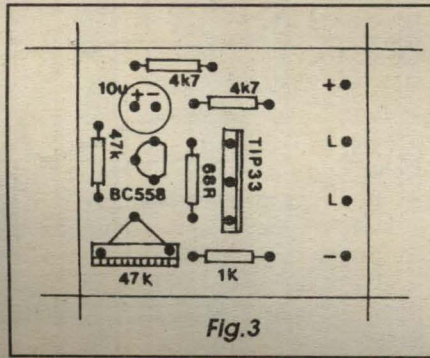

Fig. 3
- FIG. 3 - CHAPEADO DA MONTAGEM - Como são poucas as peças, o lado não cobreado da placa (mostrado também em tamanho natural, na figura...) ficou *descongestionado*, fácil de seguir visualmente, mesmo por leitores/hobbystas principiantes... Basta inserir e soldar as peças seguindo cuidadosamente o gabarito, que traz todas as informações necessárias, com os componentes indicados pelos seus códigos, valores, polaridades, posições, etc. Lembrar que o capacitor eletrolítico apresenta terminais *polarizados*, devendo a indicação (+) e (-) ser rigorosamente respeitada... Pelas mesmas razões, os dois transistores devem ser acomodados na plaquinha exatamente conforme mostrado: o TIP33 com sua lapela metálica voltada para a borda do impresso que apresenta os pontos L-L (destinados a conexões externas...) e o BC558 com seu lado *chato* virado para o resistor de 68R, próximo... Quanto aos resistores, são componentes não polarizados, mas seus valores tem que ser perfeitamente *lidos* para que as inserções não se dêem em lugares trocados... quem tiver dúvidas poderá consultar o TABELÃO APE onde (além de outras informações fundamentais...) o velho e bom *código de cores* dos resistores é devidamente *mastigado*... Depois de tudo soldado, é recomendável que uma conferência final seja feita, verificando-se cada valor, código, posição, polaridade, até que tudo esteja - com certeza - *batendo* com o diagrama da figura... Aproveitar para verificar a integridade dos pontos de solda, pela face cobreada (oposta à vista na figura...), só então cortando as *sobras* de terminais e *pernas* de componentes...